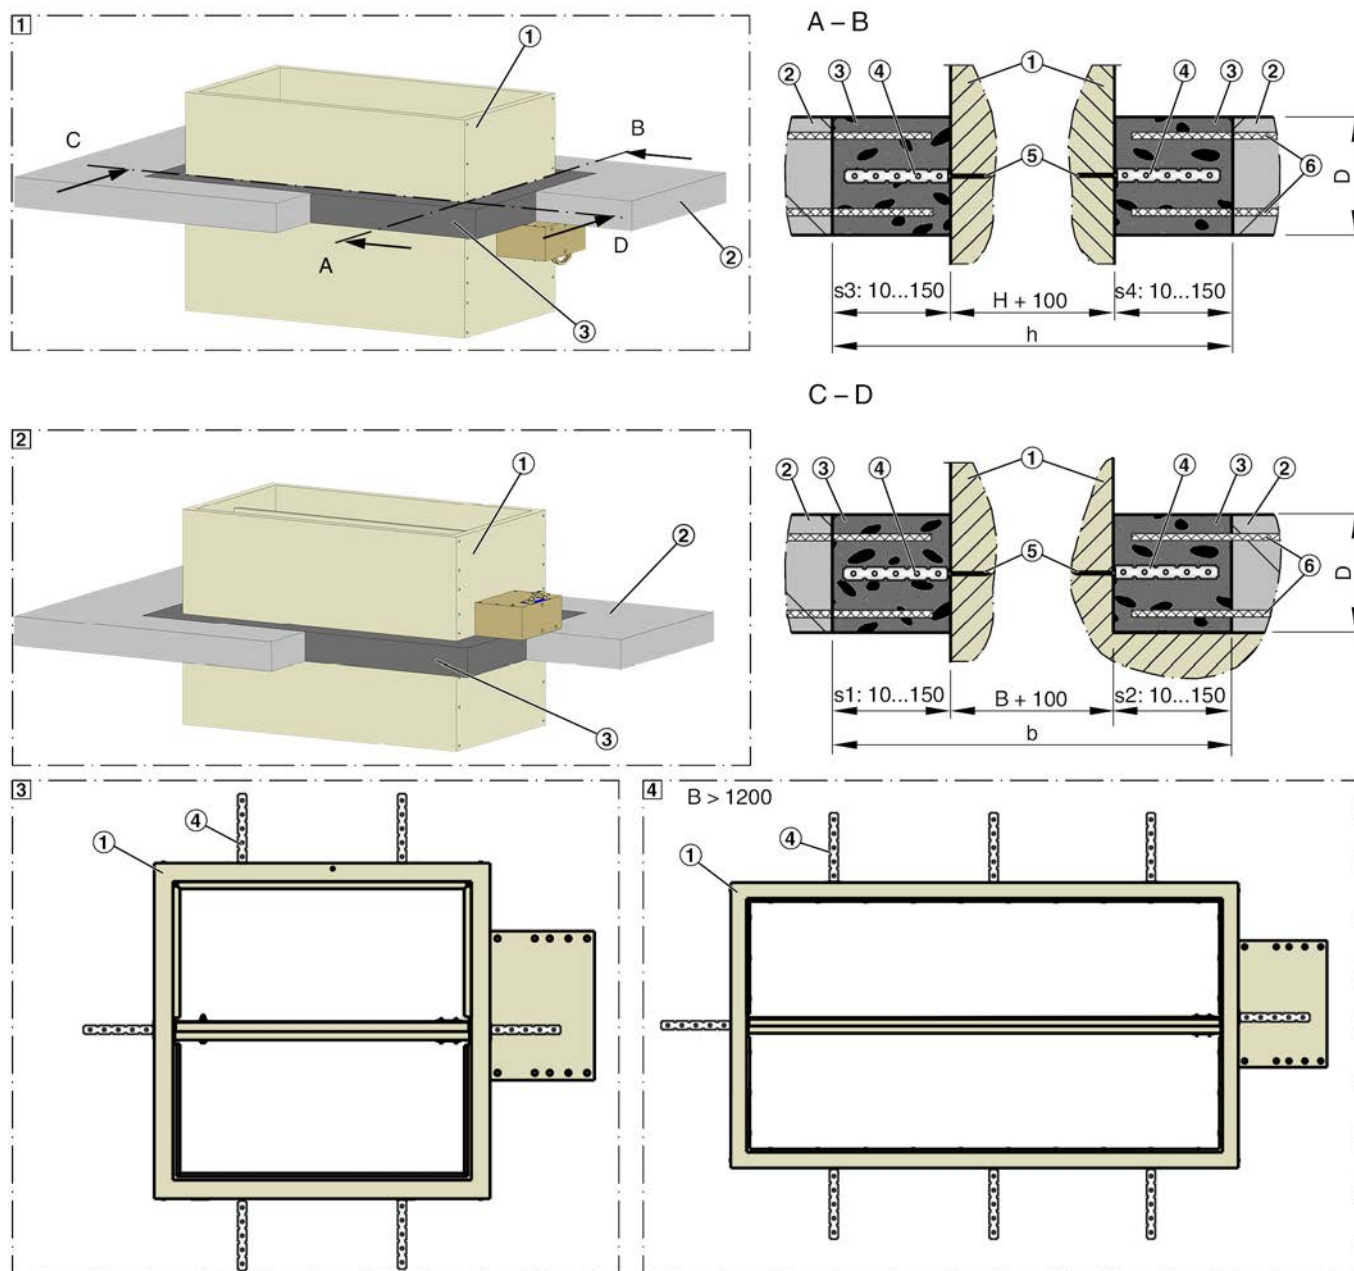

Fig. 15: Installazioni in muratura in soffitto in soletta solido, indice di classificazione:  $h_{ow}$
1. ► Realizzare un'apertura per l'installazione, come illustrato in Fig. 15 :